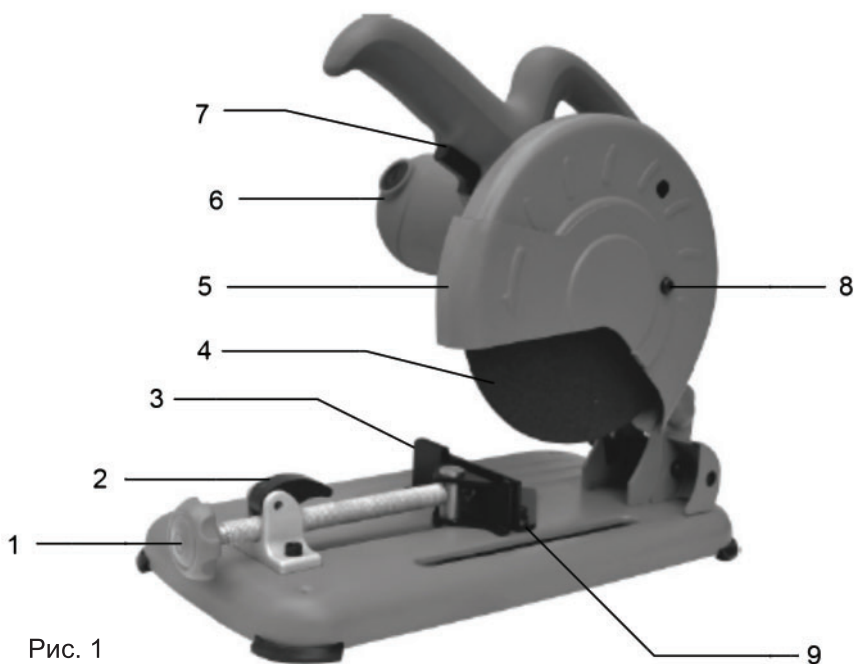

Рис. 1
3. Открутите винт фиксации кожуха 8 (рис. 1) и сдвиньте кожух, чтобы был доступ к фланцу крепления диска.
Для включения пилы нажмите и удерживайте кнопку выключателя 7 (рис. 1). Для выключения отпустите кнопку выключателя. Для фиксации выключателя во включенном положении нажмите на кнопку фиксации выключателя и отпустите выключатель. Для разблокировки выключателя нажмите на него и отпустите.